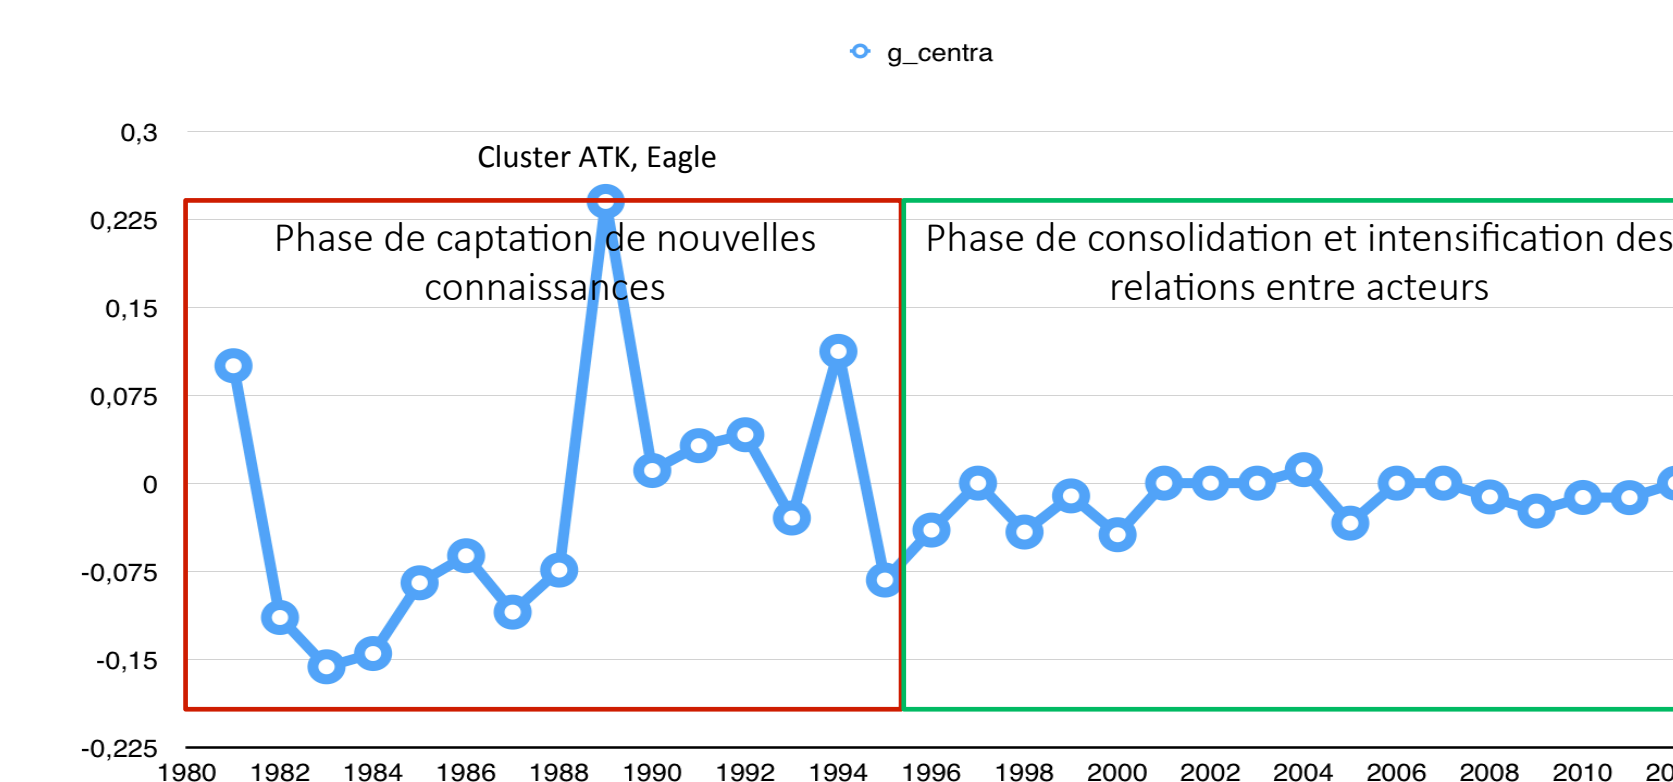

Figure 2: Evolution de la structure
- L'évolution du réseau montre la maturité de la technologie (Figure 2).